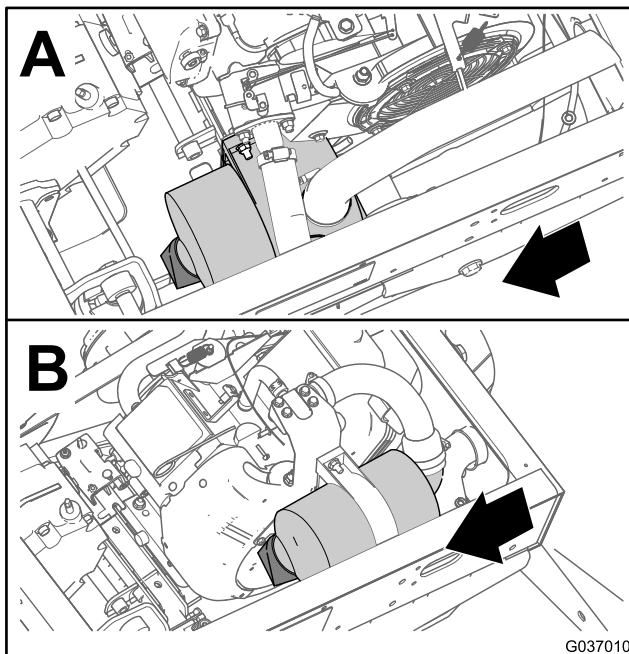
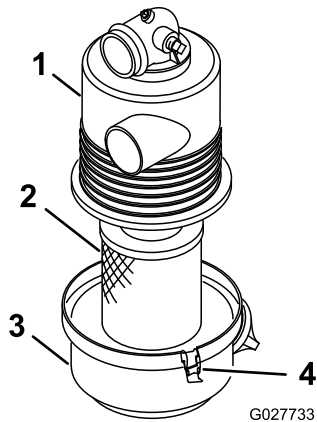

Bild 30
Bild 31
2. Prüfen Sie das Luftfiltergehäuse auf Schäden, die eventuell zu einem Luftleck führen könnten (Bild 30 und Bild 31).
- Lösen Sie die Riegel, mit denen die Abdeckung des Luftfilters am Luftfiltergehäuse befestigt ist (Bild 31).
- Nehmen Sie die Luftfilterabdeckung vom Luftfiltergehäuse ab und reinigen Sie die Innenseite der Abdeckung (Bild 31).
- Setzen Sie den Luftfiltereinsatz in das Luftfiltergehäuse ein (Bild 31).
- Fluchten Sie die Luftfilterabdeckung mit dem Luftfiltergehäuse aus (Bild 31).
- Befestigen Sie die Abdeckung mit den Laschen am Gehäuse (Bild 31).